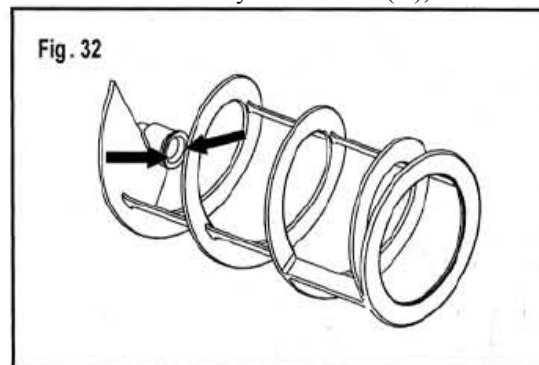

Рис. 32
**Важно: всегда проверяйте целостность уплотнителя; если он изношен, замените на новый. Уплотнитель (A) следует заменять, по крайней мере, раз в год.**
Вазелином смажьте уплотнитель (A), в местах указанных на рис. 32.